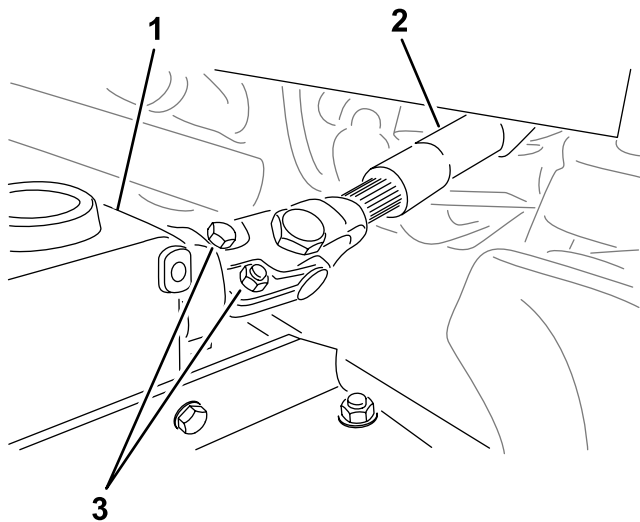

Figura 21
- Îndepărtați uruburile și piulițele de pe arborele prizei de putere (Figura 21) și glisați furca afară din cutia de viteze.